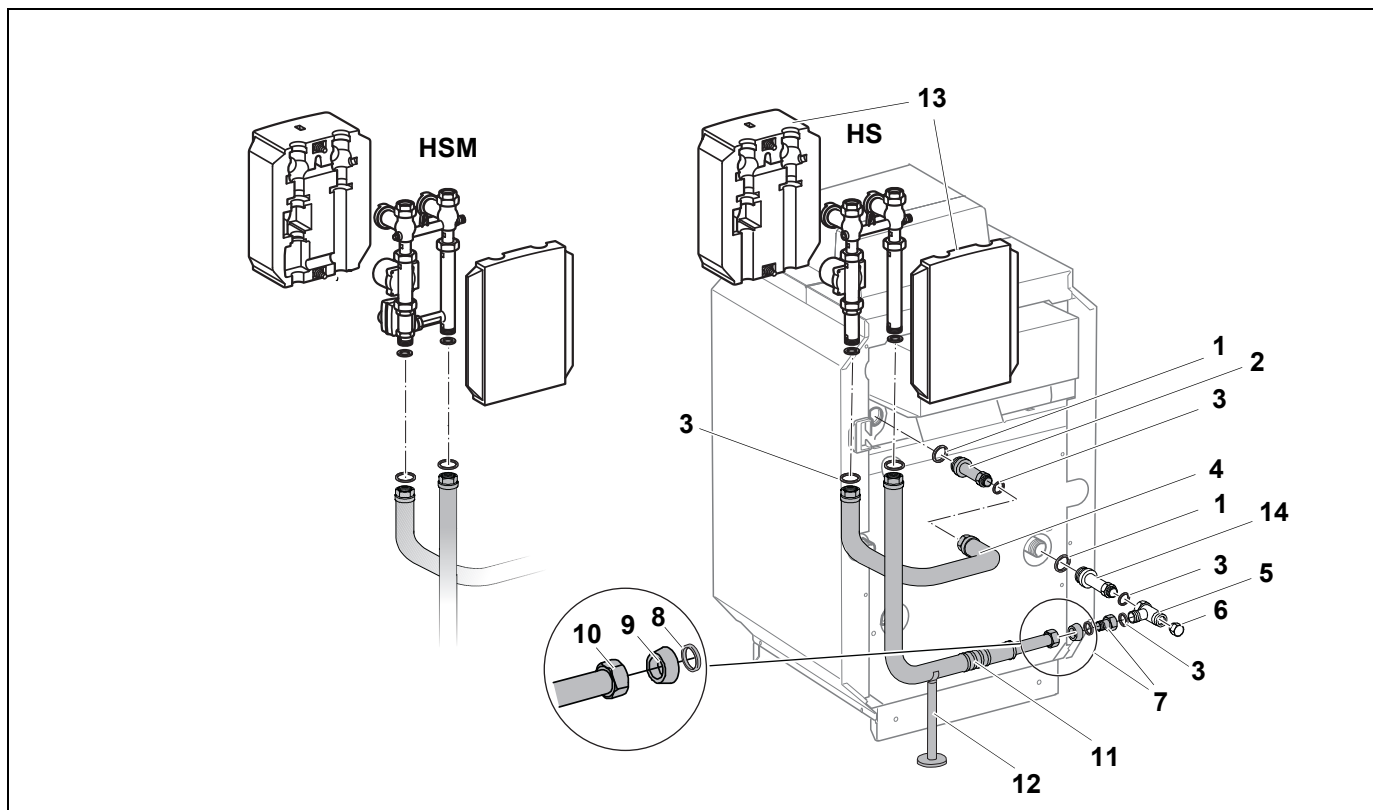

Рис.4 Установка KAS 1 сзади котла
- Уложите уплотнения [3] в верхние резьбовые соединения вертикальных участков труб и соедините HS или HSM в соответствии с рис. 4 с KAS 1.